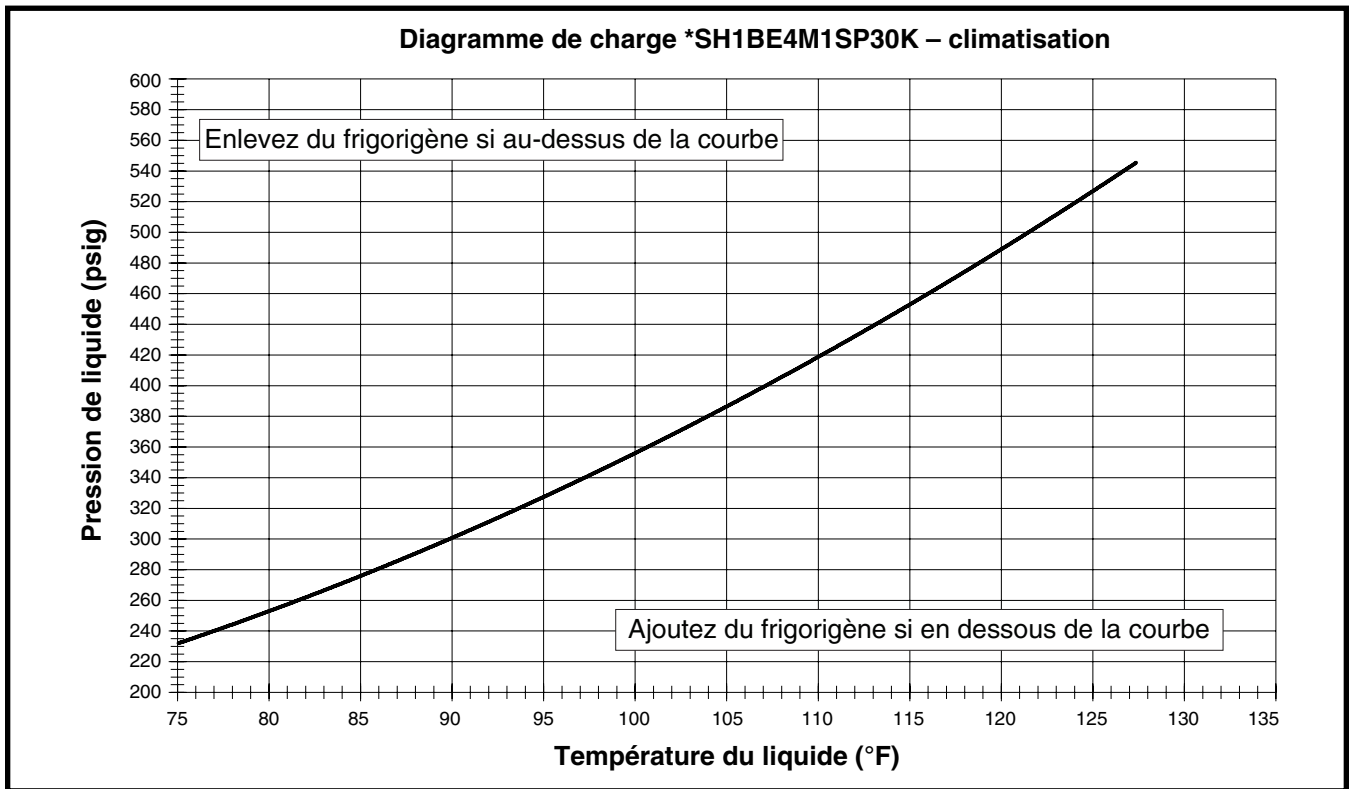

Figure 10. Diagramme de charge pour les modèles de 2,5 tonnes
Pour la charge appropriée du système, consultez les Figure 8 (page 11), Figure 9 (page 11), Figure 10 (page 12), Figure 11 (page 12), Figure 12 (page 13), Figure 13 (page 13) et Figure 14 (page 14), de même que les Tableau 6 (page 14), Tableau 7 (page 15), Tableau 8 (page 15), Tableau 9 (page 16), Tableau 10 (page 16), Tableau 11 (page 17) et Tableau 12 (page 17).
3. Déterminez la pression de frigorigène liquide requises à partir des Figure 8 (page 11), Figure 9 (page 11), Figure 10 (page 12), Figure 11 (page 12), Figure 12 (page 13), Figure 13 (page 13) et Figure 14 (page 14).
- Les tableaux de charge sont valides pour une variété de conditions intérieures et de retours d'air, et ils sont principalement influencés par la température extérieure, le fonctionnement du ventilateur extérieur et la tension de service de l'appareil. Avant d'utiliser ces tableaux, assurez-vous que l'appareil est dans un mode de fonctionnement stable. Tel que montré dans les tableaux de charge : Figure 8 (page 11), Figure 9 (page 11), Figure 10 (page 12), Figure 11 (page 12), Figure 12 (page 13), Figure 13 (page 13) et Figure 14 (page 14), le refroidissement secondaire idéal pour le système peut varier selon les conditions. Consultez toujours les tableaux pour déterminer la quantité idéale de refroidissement secondaire pour une pression de liquide donnée. Les appareils chargés suivant d'autres paramètres ne fonctionneront pas à leur efficacité nominale (EER) ou leur coefficient de performance (COP) en mode chauffage.